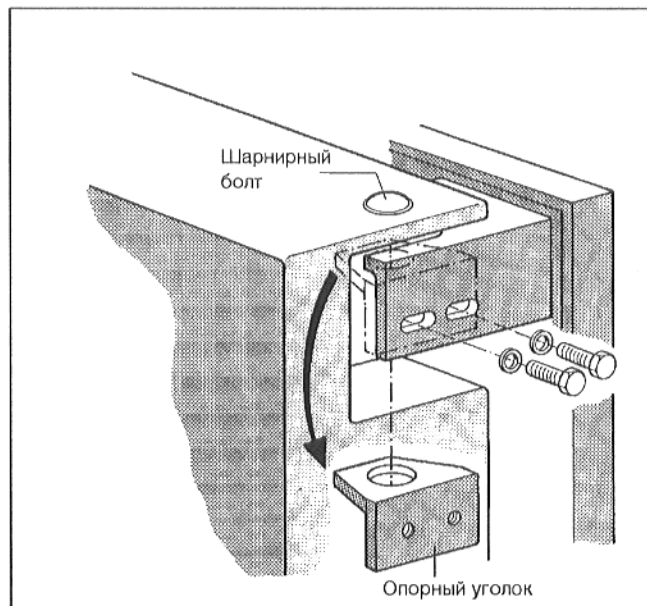

Рис. 6
- Вывернуть из каждого шарнира вверху и внизу по 2 винта с шестигранной головкой (Рис. 6).
- Вынуть опорные уголки изнутри по направлению вниз (Рис. 6).
- Ввести опорные уголки вверху и внизу на противоположной стороне отверстием в шарнирный болт и привинтить к несущему уголку двери, используя по 2 винта с шестигранной головкой (Рис. 6).